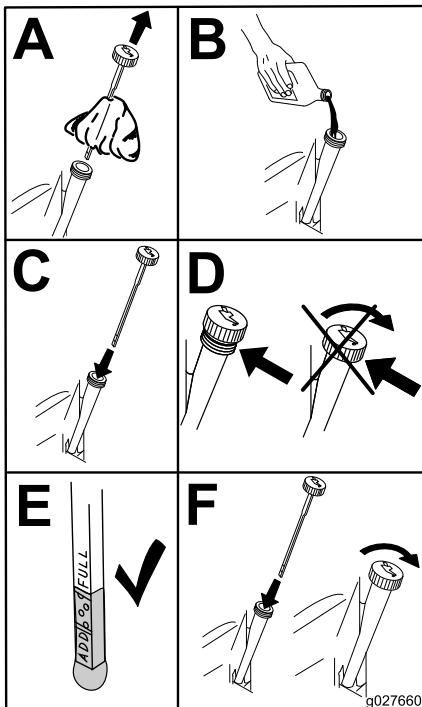

Figura 48
5. Vierta lentamente un 80% aproximadamente del aceite especificado por el tubo de llenado, luego añada lentamente el resto del aceite hasta que llegue a la marca de Lleno (Figura 48).